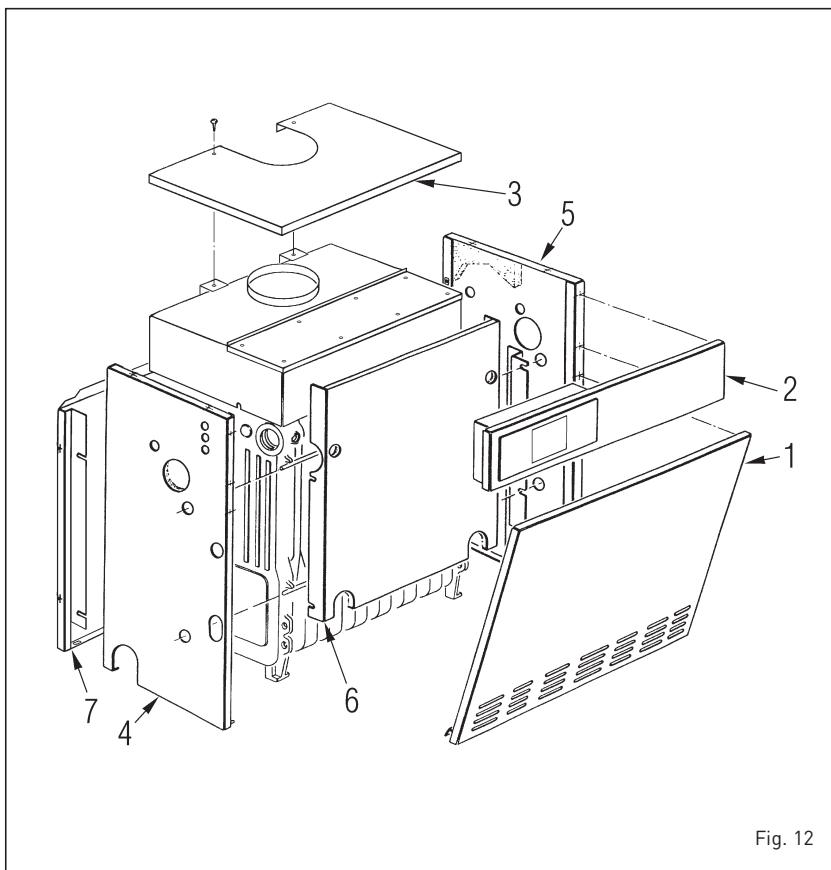

Fig. 12
4.5 SMONTAGGIO MANTELLO (fig. 12)
Per procedere allo smontaggio del mantello eseguire le seguenti operazioni (fig. 12):